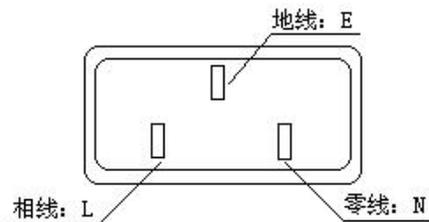

图 3.1.1
- (1) 电源电压 $220V \pm 10\%$ 频率: $50Hz \pm 5\%$ 60 Hz
- (2) 工作条件: 温度: $0^{\circ}C \sim 40^{\circ}C$, 相对湿度: $< 80\%RH$
- (3) 储存条件: 温度: $-10^{\circ}C \sim 70^{\circ}C$; 相对湿度: $< 70\%RH$
- (4) 功率: 小于 30 W。
(5) . 电源的相线 L, 零线 N, 地线 E 应与本仪器电源插头相同, 如图 3.1.1。同时地线 E 应可靠接地, 否则仪器表面可能会有漏电现象!